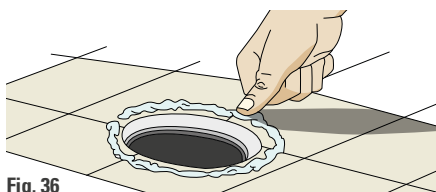

Fig. 36
- Con mansilla de vidriero bien amasada, forme un cordón de 2 cm de espesor y cubra con una abundante cantidad alrededor del caño de desagüe cloacal (Fig. 36).